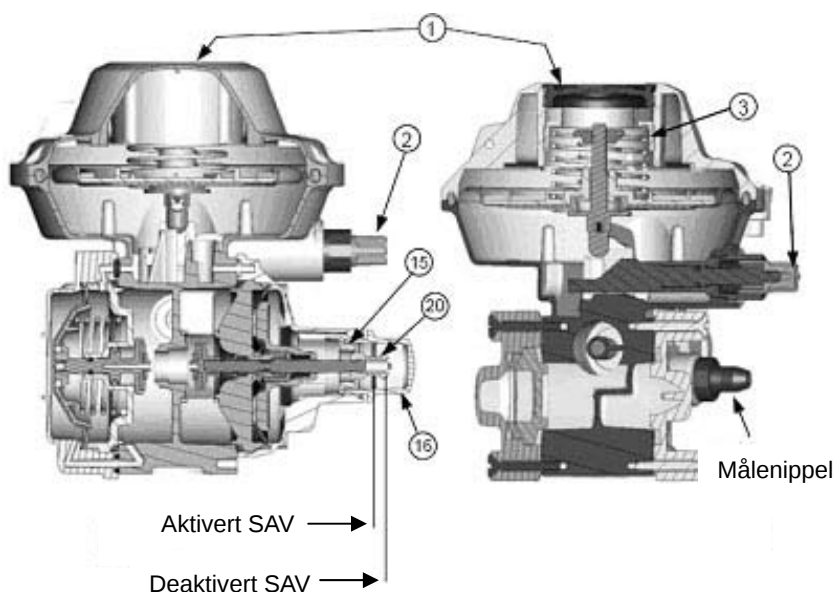

Fig.3. Snittegning av Fiorentini regulator.
- Fjern det gjennomsiktige lokket pos. 16 og trekk ut knappen pos. 20 for å deaktivere SAV-funksjonen, se fig. 3. Knappens utslag er ca. 10 mm., og den vil bli stående i denne posisjonen.
- Trykk inn den grønne knappen pos. 2, for å deaktivere SUV-funksjonen. Hold knappen inne til trykket har bygget seg opp nedstrøms.
- Sett tilbake det gjennomsiktige lokket pos. 16 etter vellykket oppstart.
For å justere trykket, se fig. 3:
For å kontrollere SAV-funksjonen gjøres en oppjustering av linjetrykket, se fig. 3:
For å justere SAV-trykket, se fig. 3:
For å kontrollere SUV-funksjonen gjøres en nedjustering av linjetrykket, se fig. 3: